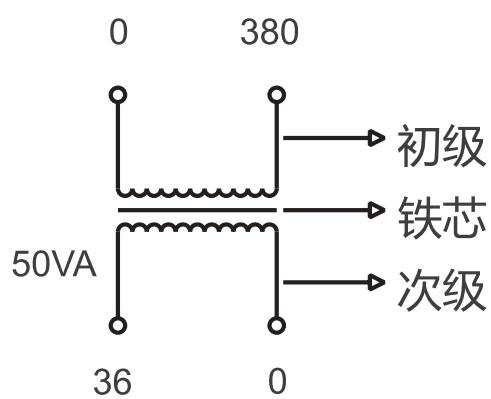
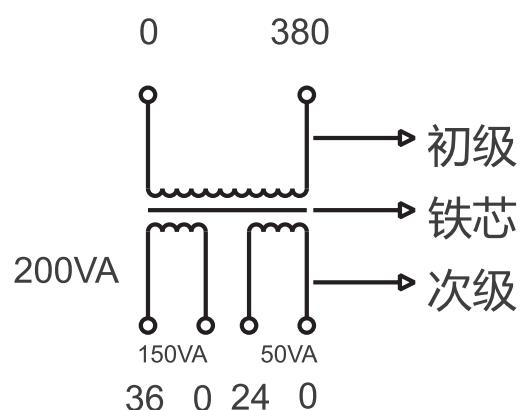
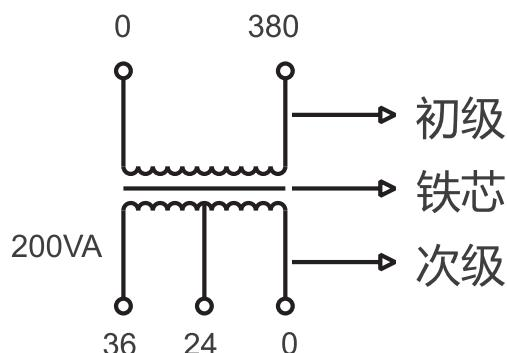
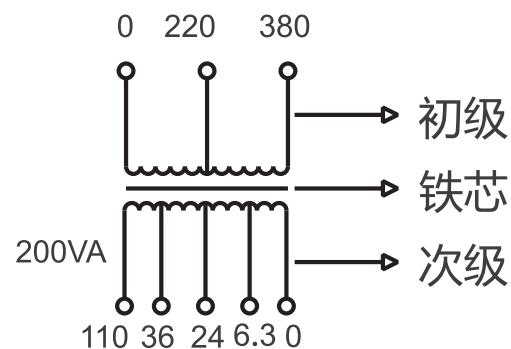

图1 单独绕组
图2 分开绕组
图3 混合绕组
图4 连续式中间带抽头绕组
3.2.2 本系列变压器的线圈，当初次级只有一个绕组时，可担负全部额定的容量；若有两个绕组时，则按各绕组应能承担的容量分配；但各绕组的容量之和不得超过总容量，见图1、图2、图3、图4。
3.2.3.1 例如图1，容量50VA，输入电压380V，输出电压36V。因为初、次级只有一个绕组，所以它可以担负全部容量50VA。
3.2.3.2 例如图2，容量200VA，输入电压380V，输出电压36V、容量150VA，输出电压24V、容量50VA。因为图中初级只有一个绕组，所以它所承担的容量是额定容量200VA；次级有两个分开的单独绕组，而且各绕组容量已标明，所以它们各自承担容量，但总量之和200VA。
3.2.3.3 例如图3，容量200VA，输入电压380V，输出电压36V、24V。因为图中初级只有一个绕组，所以它所承担的容量是额定容量200VA，次级中有中间抽头，所以次级的最高电压36V单独使用时，才能带200VA的负载。24V则不能带200VA的负载，只能带133VA的负载。因为次级总电流 $I = P_e / U = 200 \text{VA} / 36 \text{V} = 5.55 \text{A}$ 所以单独使用24V时的容量 $= 24 \text{V} \times 5.55 \text{A} = 133 \text{VA}$ ，如果36V、24V同时使用时，其电流之和也不能大于5.55A，总之，无论输出电压是单独使用或两组同时使用，其负载电流之和不能超过变压器的额定电流。
3.2.3.4 例如图4，容量200VA，输入电压380V、220V，输出电压110V、36V、24V、6.3V。从图4中我们可以看出：初、次级绕组中都有中间抽头。次级的最大使用电流 $I = P_e / U = 200 \text{VA} / 380 \text{V} = 0.526 \text{A}$ 所以无论使用220V或是380V时，其电流不能超过0.526A；即使用380V时，该变压器
- 6.1 购买前，先估算好您所使用的电器总容量，参考图1~图4的结构，选用留有一定裕量的变压器，确保瞬时起动时不烧坏变压器。
8.1 变压器的型号、规格、容量、初、次级电压及次级电压的容量分配或参考图1-图4的举例来选择适合您自己的产品。